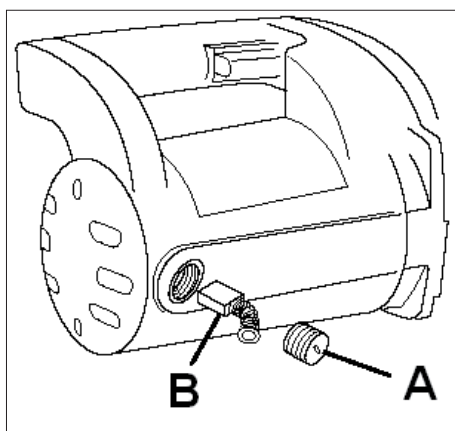

Рис. 11
- Відкрутіть ковпачок щітки (A, Рис. 11).